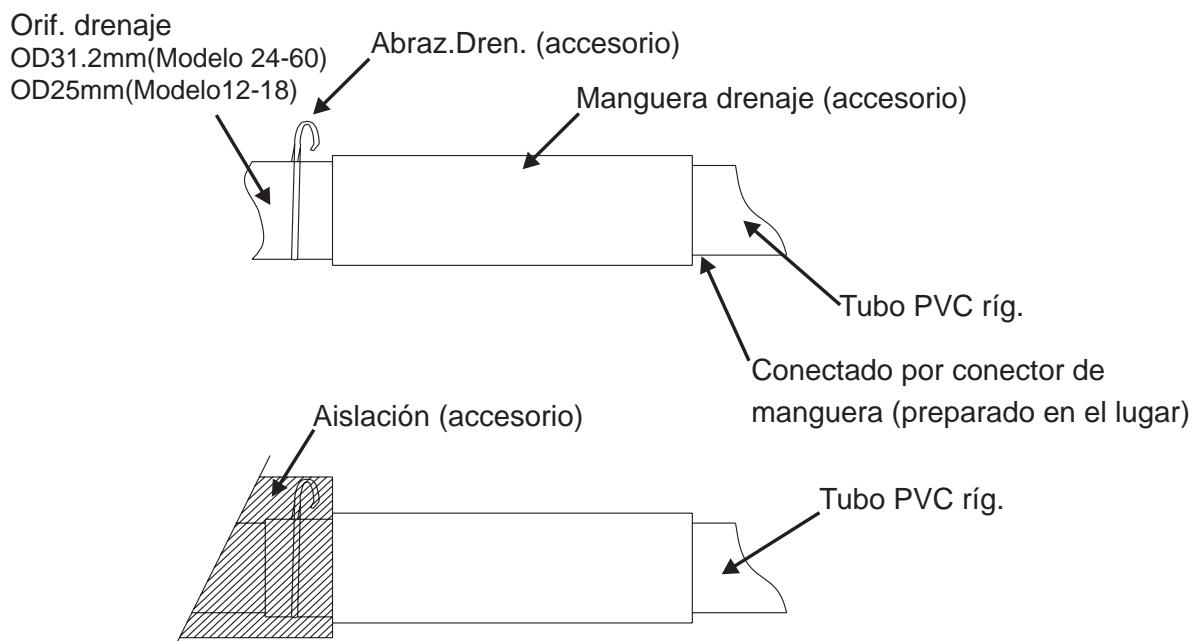

Fig.12
3. Inserte la manguera de drenaje hasta conectar correctamente a la abertura de drenaje, y luego fíjela firmemente con la abrazadera (preparado en el lugar). (Fig. 12).
4. Después de verificar el drenaje, envuelva la manguera con la aislación y abrazaderas (preparado en el lugar). (Fig.12)